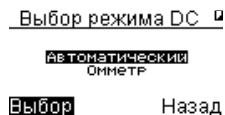

Рисунок 40
6.3.7 Для измерений **DC** методом подключите соответствующий кабель, появится кратковременное сообщение об активации метода и будет предложен выбор режима **Автоматический** или **Омметр** (рисунок 40).